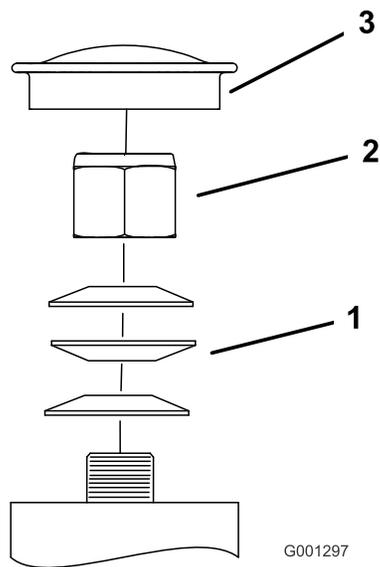

Figure 52
3. Retirez le capuchon antipoussière de la roue pivotante et serrez le contre-écrou (Figure 52).
4. Continuez de serrer le contre-écrou jusqu'à ce que les rondelles élastiques soient aplaties, puis desserrez-le de 1/4 de tour pour obtenir la précharge correcte des roulements (Figure 52).
- Important:** Veillez à placer les rondelles élastiques comme illustré à la Figure 52.
5. Remettez le capuchon antipoussière en place (Figure 52).